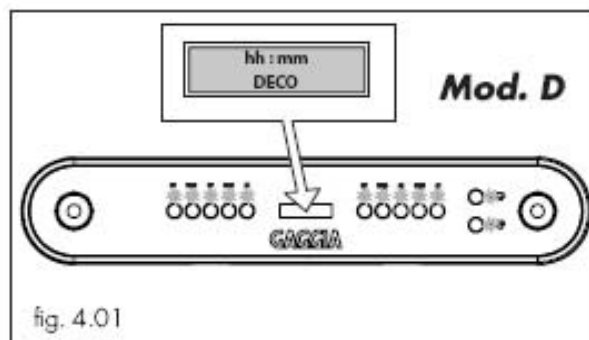

fig. 4.01
Um von OFF auf ON umzuschalten muss die Taste T3 (Abb. 4.01) gedrückt werden (nur Mod. „D“).
Die automatische Füllstandregelung schaltet sich ein, damit das Wasser den normalen Füllstand im Heizkessel erreicht (7). Nach Ermittlung des korrekten Zustands, stellt sich die Maschine auf ON und alle LED leuchten auf und das Display visualisiert die laufende Uhrzeit und den Namen (Abb. 4.01).